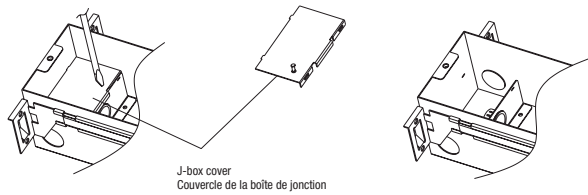

Fig. 4
Restore junction box cover after wire connections, insert one side first and snap in another side (Fig. 4).
6. Retirer le couvercle de la de la boîte de jonction à l'aide d'un tournevis plat, percer le trou approprié pour l'alimentation des fils CA (Fig. 4).
Remettre en place le couvercle de la boîte de jonction après les connexions des fils, en insérant d'abord un côté, puis en enclenchant l'autre côté (Fig. 4).